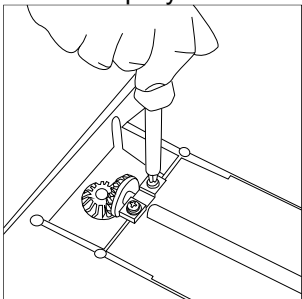

Рис.8
1. Вигвинтите два притискових гвинта (Рис. 8)